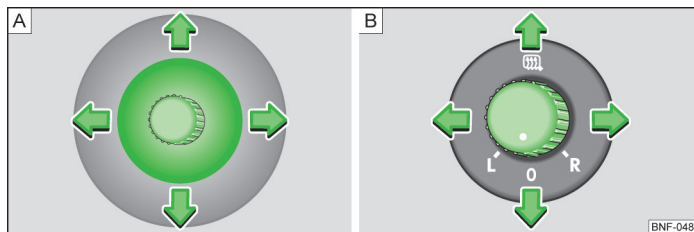

Fig. 35 În portieră, buton de reglare / buton rotativ: pentru oglinda exterioră mecanică / pentru oglinda exterioră electrică
- Cu ajutorul butonului de reglare, aduceți suprafața oglinzii în poziția dorită » fig. 35 - A. Mișcarea suprafeței oglinzii este identică cu mișcarea butonului de reglare.
- Aduceți butonul rotativ în poziția » fig. 35 - B.
- Aduceți butonul rotativ în poziția **L** » fig. 35 - B. Mișcarea suprafeței oglinzii este identică cu mișcarea butonului rotativ.